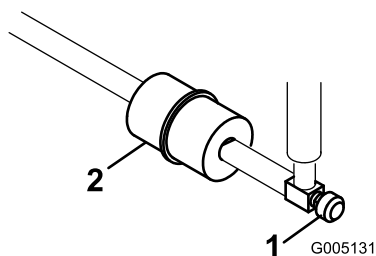

図 52
燃料フィルタはインライン・タイプで、燃料タンクとキャブレタの間に設置してあります(図 52)。800 時間ごと、又は燃料の流れが悪くなれば交換してください。フィルタに付いている矢印をエンジンの方に向けて取り付けてください。
1. 燃料バルブを閉じ、フィルタのキャブレタ側についているホース・クランプをゆるめ、燃料ラインからフィルタを外す(図 52)。
2. フィルタの下に容器を置き、もう一方のクランプも外してフィルタを取り出す(図 52)。